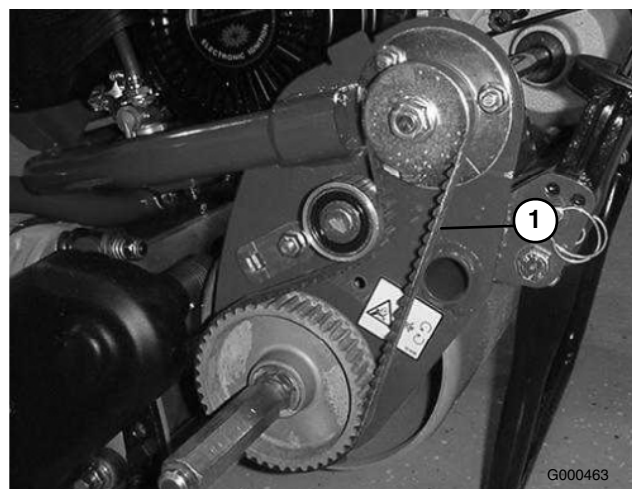

Figure 39
2. Contrôlez la tension de la courroie en exerçant une force de 4 ± 1 livres à mi-distance entre les poulies (Figure 39). La courroie doit présenter une flèche de 6 mm. Si ce n'est pas le cas, passez au point suivant.